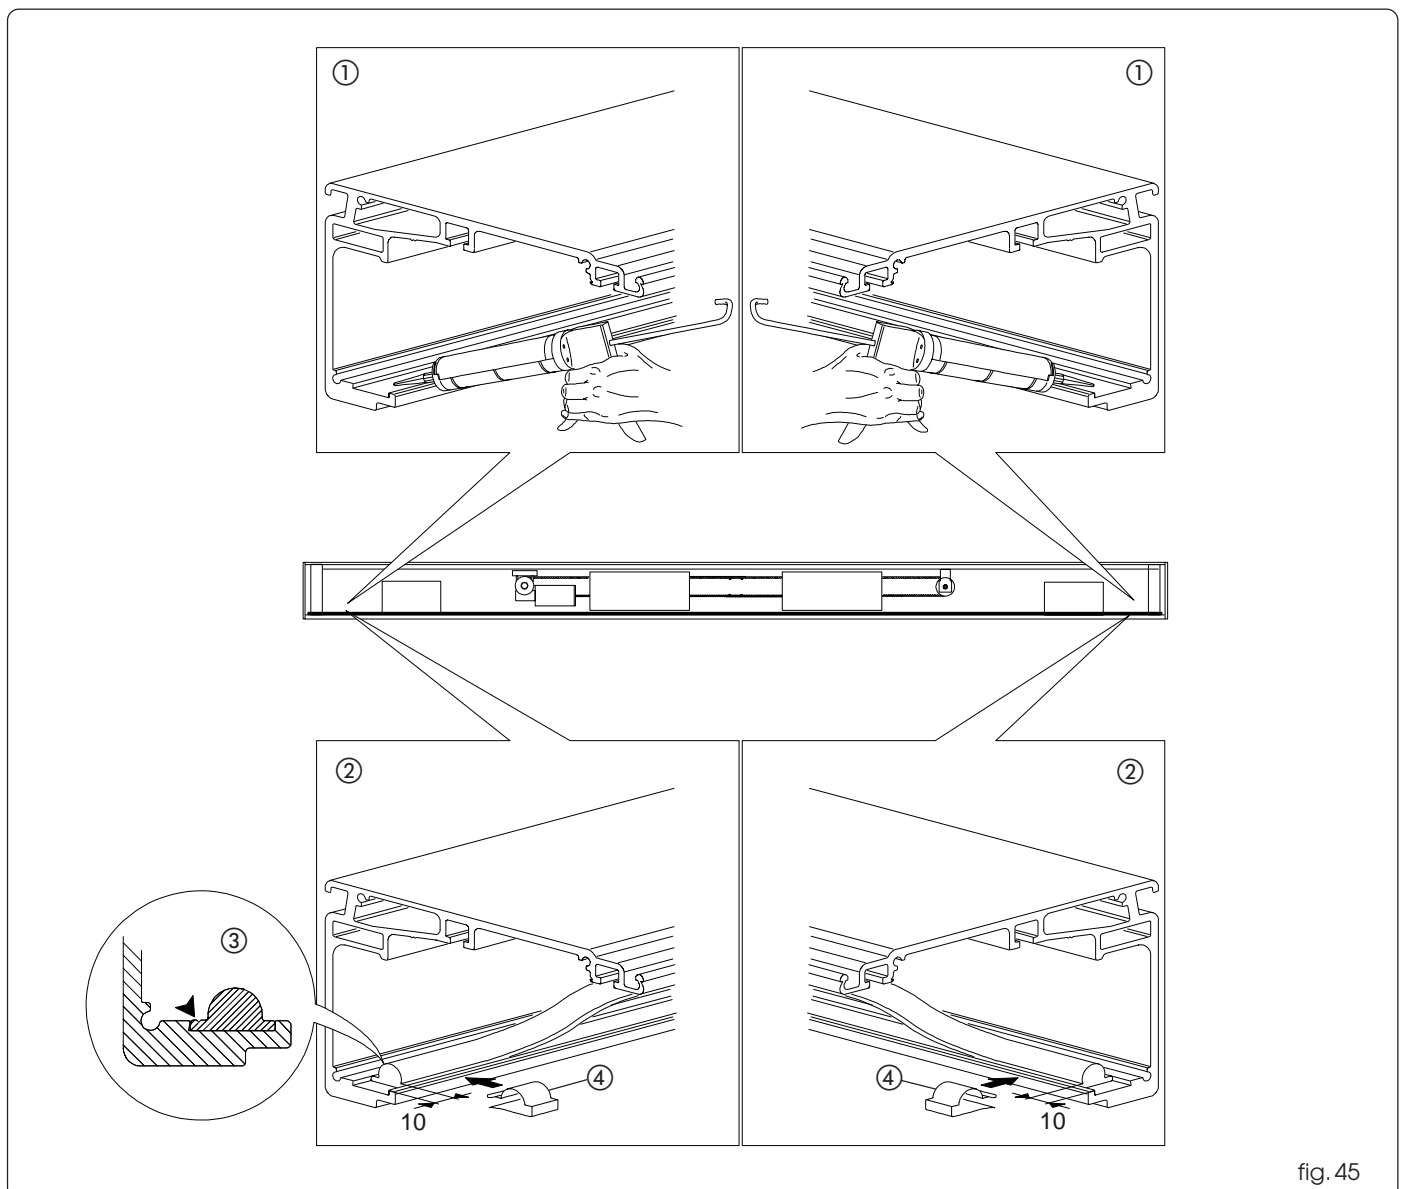

fig. 45
Aplique en el alojamiento del perfil portante una fina capa de silicona (fig. 45 ref. ①) y coloque la guía de deslizamiento de modo tal que queden 10 mm de espacio por ambas partes del perfil (fig. 45 ref. ②). Mantenga presionada la guía de deslizamiento contra su alojamiento y compruebe que no se formen combas o hundimientos.
NOTA: la guía no es simétrica, el lado con la garganta debe estar dirigido hacia la pared (fig. 45 ref. ③).
Bloquee la guía de deslizamiento utilizando las pinzas elásticas suministradas en dotación (fig. 45 ref. ④).